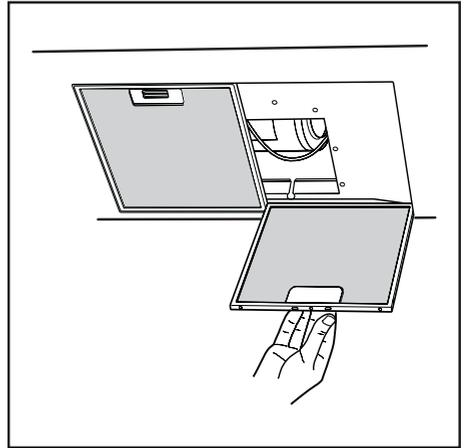

Fig.19
- Минимальная дистанция между опорной нагревающейся плоскостью и нижней частью кухонного дымохода должна быть не менее 65 см. Если применяется соединительная труба из двух и более частей, то верхняя часть должна располагаться снаружи нижней части. Не соединять выброс из вытяжки с каналом циркуляции горячего воздуха или с каналом, используемым для отвода дыма от устройств, запитываемых иной энергией кроме электрической. Перед тем как приступить к сборке устройства, для облегчения его монтажа отсоедините фильтр/жироулавливающий фильтр (рис. 19).